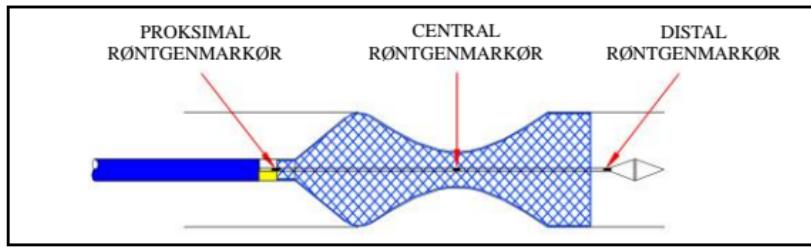

**Figur 4**
- Når den centrale røntgenmarkør når midten af målstrikturen, fortsættes med at trække tilbage i Y-konnektoren, indtil stenten er helt implementeret. (se figur 4 og 5)
- Når den centrale røntgenmarkør når midten af målstrikturen, skal man fortsætte med at skubbe frem mod konnektoren, indtil stenten er fuldt implementeret. (se figur 4 og 6)